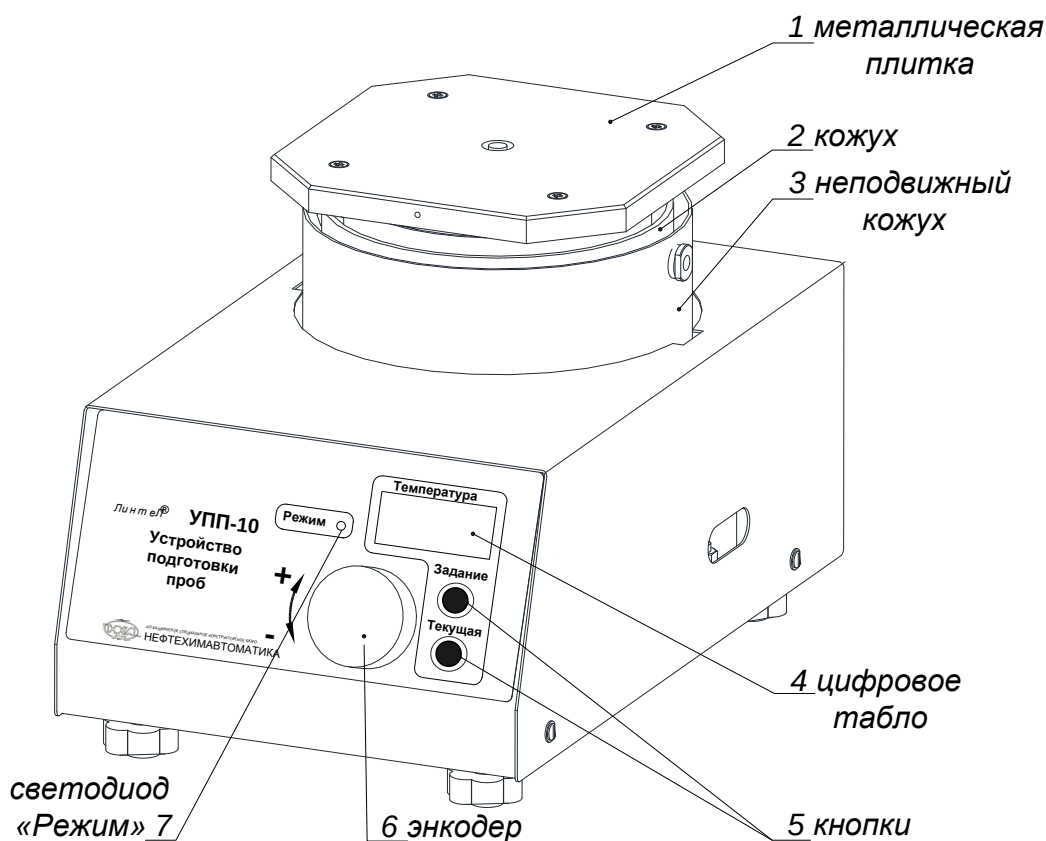
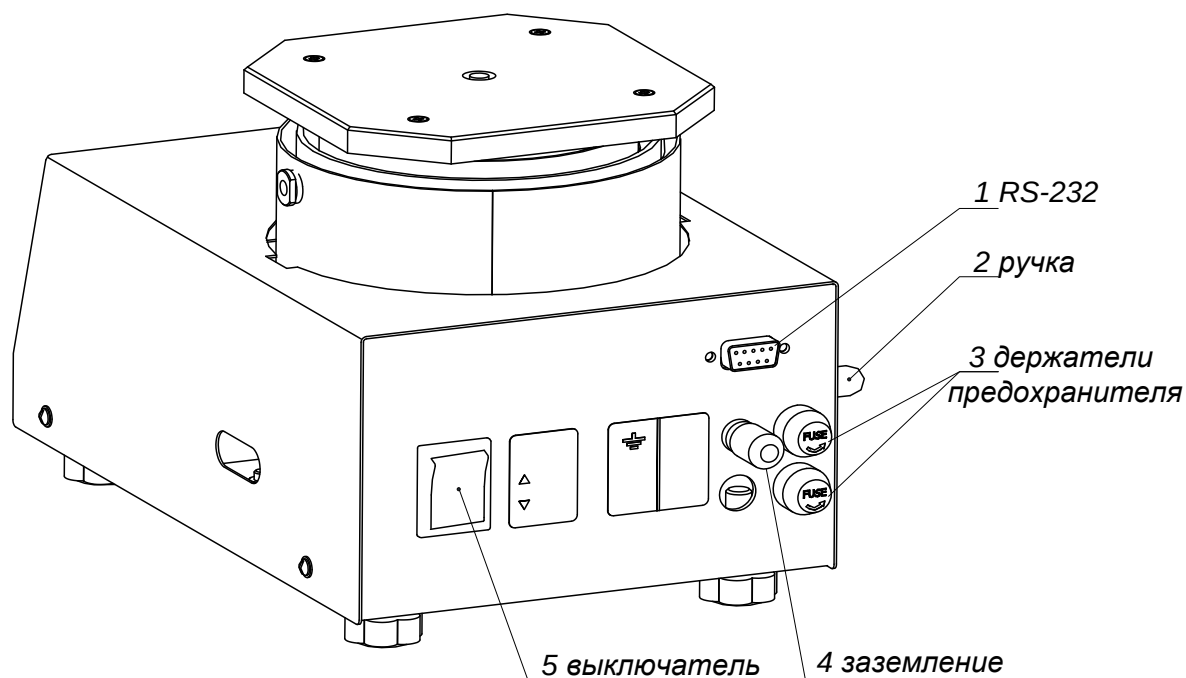

Рисунок 1 - Внешний вид устройства УПП-10 – вид спереди
Рисунок 2 - Внешний вид устройства УПП-10 – вид сзади
1.4.2.3 Блок нагрева (см. рисунок 1) включает в себя металлическую плитку 1, установленную на подвижном (качающемся) цилиндрическом кожухе 2, которые имеют две степени свободы движения относительно наружного неподвижного кожуха 3. Изменение угла и направления наклона плитки и кожуха производится при помощи ручки 2 (см. рисунок 2). В задней части блока нагрева находятся держатели предохранителя 3, зажим заземления 4, выключатель (тумблер «Сеть») 5 и разъем RS-232 (позиция 1).
- 1.4.2.7 Блок нагрева (см. рисунок 1) снабжен энкодером 6 для задания температуры и кнопками 5 для отображения заданной и текущей температур (см. таблицу 2). Заданная и текущая температуры отображаются на цифровом табло 4 (см. рисунок 1). Светодиод «РЕЖИМ» 7 (см. рисунок 1) служит для индикации режима работы устройства. Назначение элементов индикации представлено в таблице 3.
2.3.2 Включить тумблер «Сеть» (см. рисунок 2 – выключатель).
- 4.2.1 Включить устройство тумблером «СЕТЬ» (см. рисунок 2 – выключатель). После включения на цифровом табло будет отображаться значение заданной температуры. При помощи энкодера задать температуру на 80°C выше температуры размягчения испытуемого образца битума.